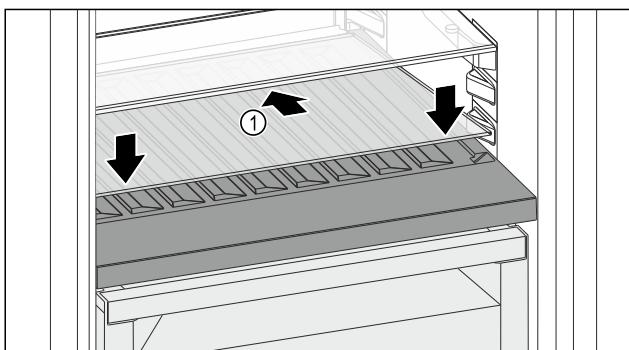

Fig. 157
- Помістіть пляшки дном у напрямку до задньої стінки. (див. Fig. 157)